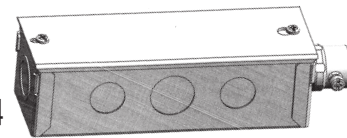

Fig. 4
1. Lorsque fournie séparément, fixer la boîte de dérivation (figure 4) au conduit d'énergie à l'aide de l'adaptateur approprié.